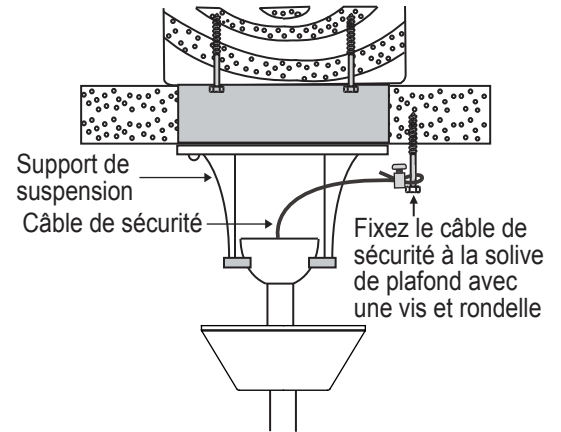

Fig. 11
Étape 1. Fixez la vis à bois et rondelles fournies à la solive de plafond, à côté du support de montage mais ne serrez pas. (Fig. 11)